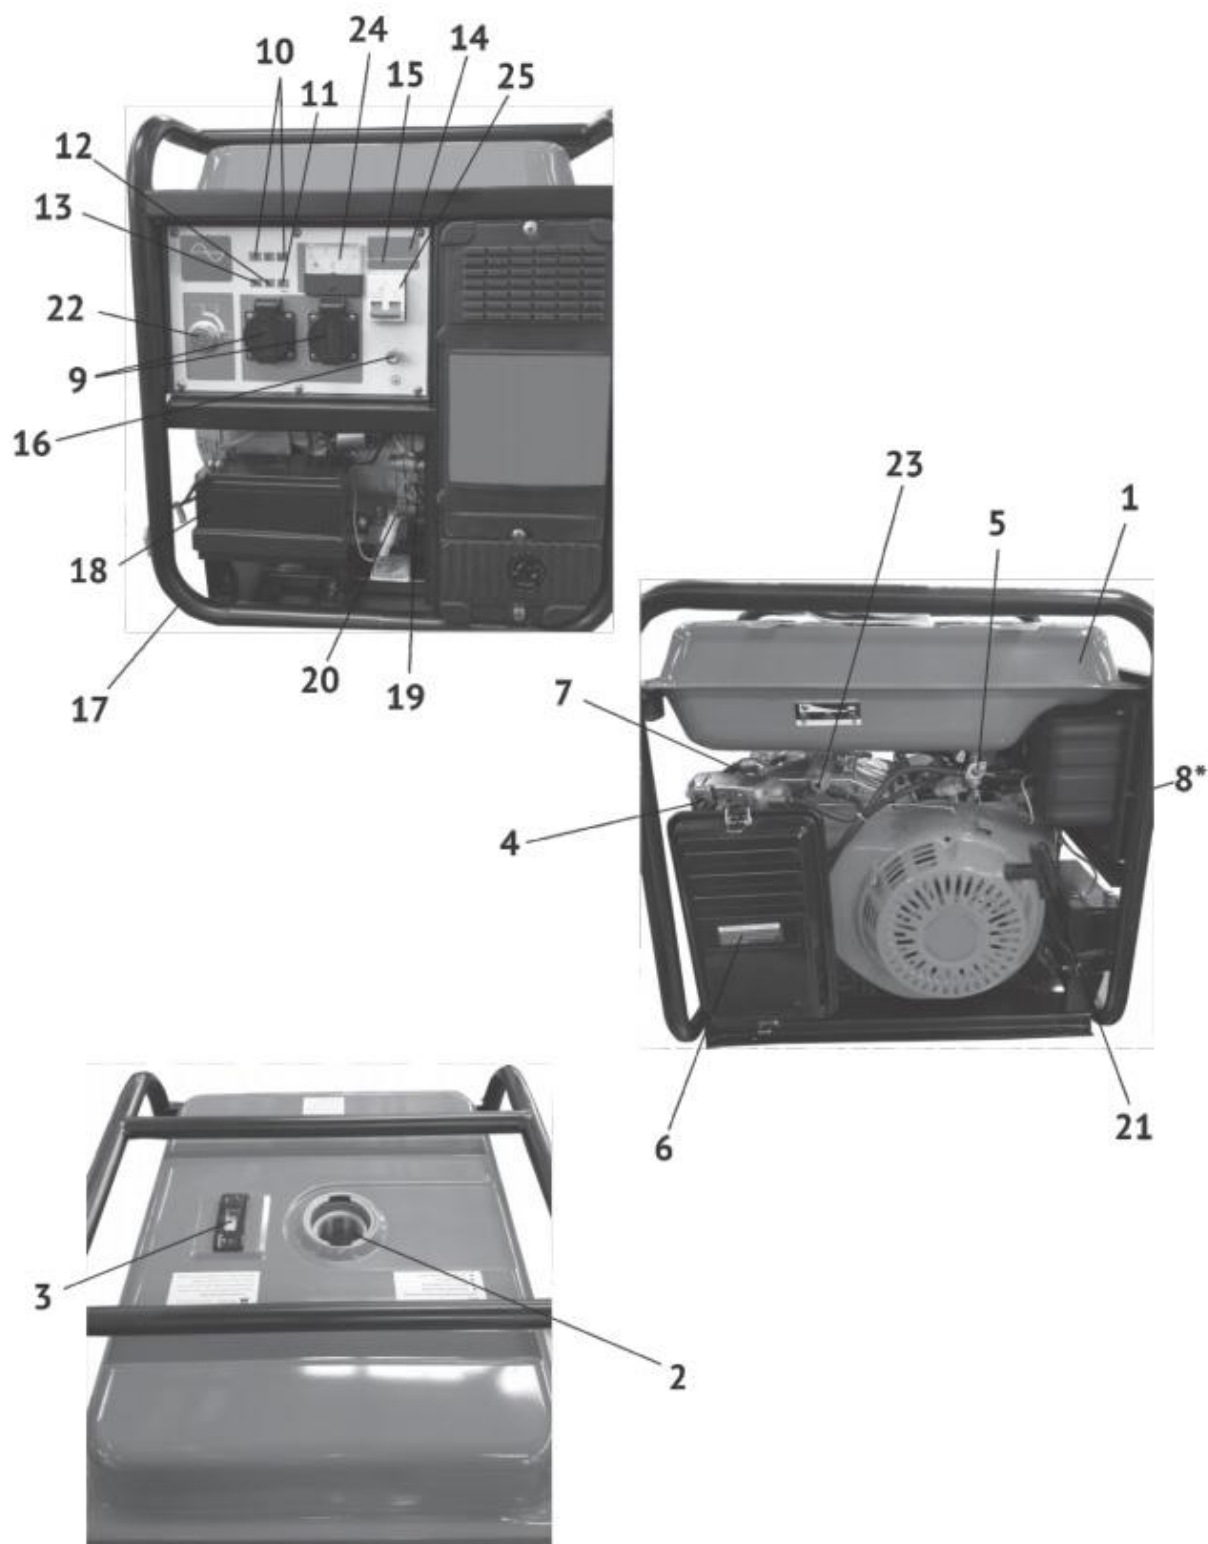

Рисунок 1
Коленчатый вал, приводимый во вращение возвратно-поступательными движениями поршня двигателя, передает крутящий момент на вал якоря генератора. Передача осуществляется через коническое сопряжение ротора генератора и вала двигателя. При этом образуется самоцентрирующаяся трехопорная схема соединения. С обмоток статора генератора напряжение подводится: через систему стабилизации на розетки переменного тока 220В (рис.1 поз.9) или через выпрямительный блок на розетку постоянного тока (рис.1 поз.14).
Двигатель имеет карбюраторную систему питания. Смазка осуществляется разбрызгиванием масла в картере. Пуск двигателя осуществляется или ручным тросовым возвратным стартером (рис.1 поз.21) или ключом замка зажигания (рис.1 поз.22) электрического стартера.
3.4 Двигатель и генератор закреплены на трубчатой раме (рис.1 поз.17) через амортизаторы, что снижает вибрацию аппарата и уменьшает уровень шума при работе. Все элементы бензогенератора имеют удобный доступ для обслуживания и ремонта.
4.2.3 Обеспечение требований электробезопасности: эксплуатация бензогенератора должна производиться в строгом соответствии с требованиями «Правил техники электробезопасности при эксплуатации электроустановок». Электрическая сеть подключения потребителей относится к системе с изолированной нейтралью, предусматривающей защитное заземление открытых токопроводящих частей корпуса. В зависимости от местных условий (состав грунта, его влажность и т.п.) изменяется качество заземления. Во всех случаях защитное заземление должно иметь сопротивление не более 4-х Ом. Во время работы бензогенератора его клемма заземления (рис.1 поз.16) должна быть подсоединена к заземлителю. Практически это требование может быть реализовано следующими способами:
Выкрутите пробку-щуп (рис.1 поз.19) из маслозаливной горловины и залейте в картер масло необходимой марки до нижнего края горловины, как показано на рис.2. Вставьте сухой чистый щуп в горловину картера и выньте его. Проверьте уровень масла: граница смоченной области щупа должна располагаться между отметками минимального и максимального уровней.
При выборе масла руководствуйтесь требованиями эксплуатационной документации и указаниями по применению конкретного типа масла его производителем. При уровне масла ниже минимально допустимого загорается индикатор (рис.1 поз.11) на панели управления и срабатывает блокировка двигателя при включении зажигания.
Открутите крышку топливного бака (рис.1 поз.1). Заливайте бензин в топливный бак не более чем на 1 см ниже уровня основания заливной горловины (рис.1 поз.2). Перед запуском двигателя тщательно протрите крышку бензобака, удалив возможные при заправке брызги топлива.
6.1.1 Отключить всех потребителей переменного и постоянного тока от генератора. Перевести автоматический выключатель (рис.1 поз.25) в положение «ВЫКЛ».
- перевести замок зажигания (рис.1 поз.22) в положение «<<ВКЛ»;
- открыть топливный кран (рис.1 поз.5);
- вытянуть на себя рычаг воздушной заслонки (рис.1 поз.4) в положение «закрыто» при пуске холодного двигателя (для прогретого двигателя рычаг устанавливается в промежуточном положении);
- резко, с усилием потяните рукоятку стартера (рис.1 поз.21) до упора, повторите действие еще раз, если двигатель не завелся.
Включение двигателя электрическим стартером производится поворотом ключа замка зажигания (рис.1 поз.22) в положение «ПУСК». Поверните ключ и удерживайте, пока двигатель не заведется. Не удерживайте ключ электростартера более 5 сек. Если двигатель не запустился: отпустите ключ зажигания, до возврата в положение «<<ВКЛ.», выждите 10 сек., затем снова переведите в положение «ПУСК». После запуска двигателя отпустите ключ зажигания для обеспечения его самовозврата в среднее положение «ВКЛ.>».
- перевести тумблер автоматического выключателя (рис.1 поз.25) в положение «ВЫКЛ.»;